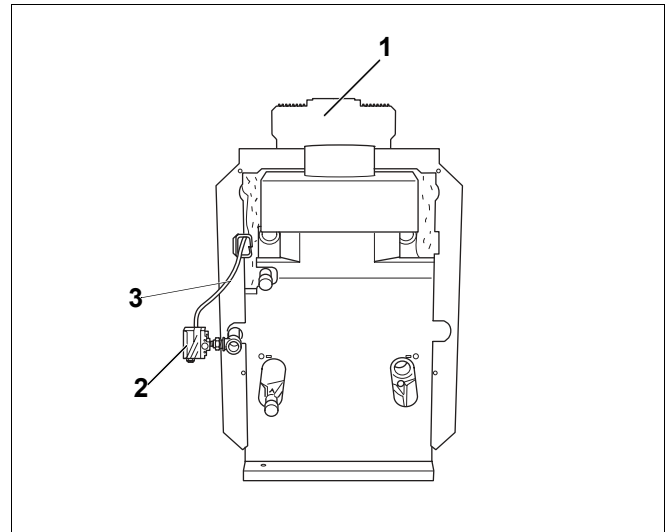
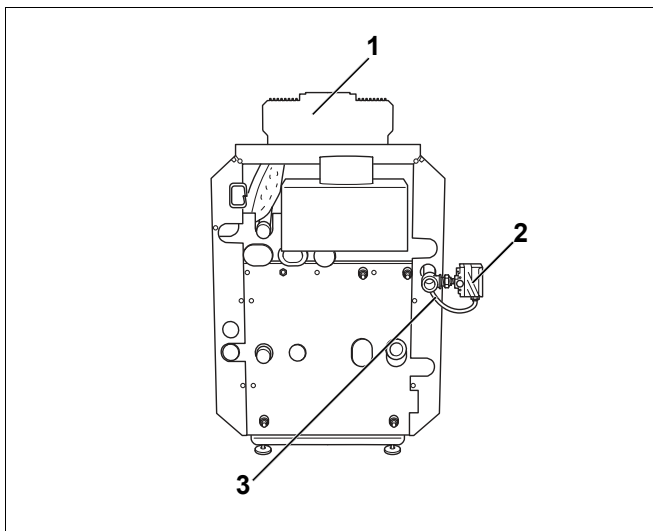
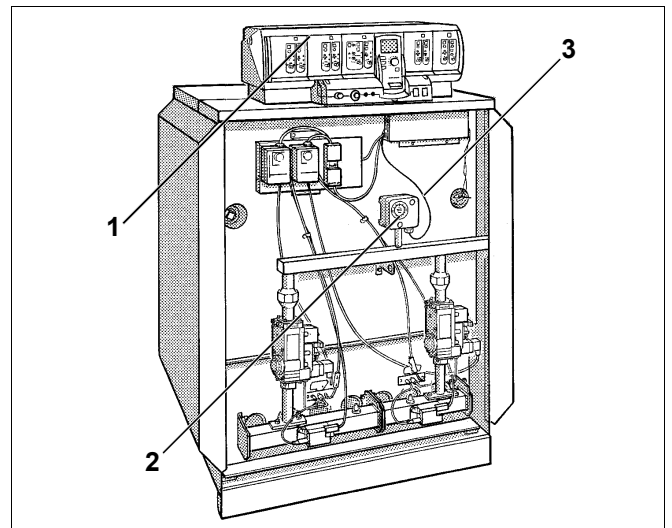
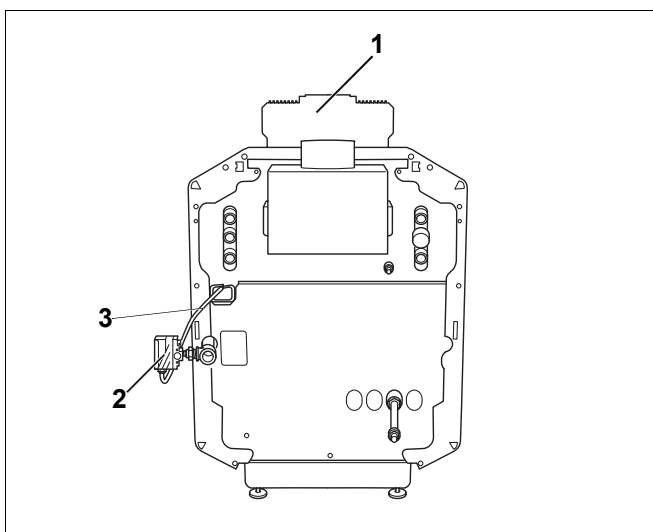

Рис. 4 Место установки прибора контроля давления газа для G234
Рис. 2 Место установки прибора контроля давления газа для G124
Рис. 5 Место установки прибора контроля давления газа для G334
Рис. 3 Место установки прибора контроля давления газа для G134
- Место установки прибора контроля давления газа (**поз. 2**) показано для различных котлов на рис. 2 - рис. 5. Соблюдайте указанное место установки прибора!
- Соединительный кабель (**поз.3**) прокладывать в соответствии с рис. 2 - рис. 5, подключения в системе управления (**поз. 1**) выполнить в соответствии с электрической схемой.
- Экспликация к рис. 2, рис. 3, рис. 4 и рис. 5